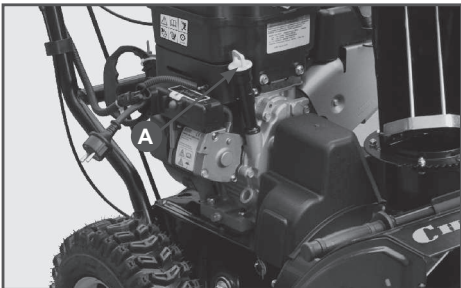

Рис.6 Заправка маслом нового двигателя
2. Снимите крышку/щуп маслосапливного отверстия (А) Рис.6.